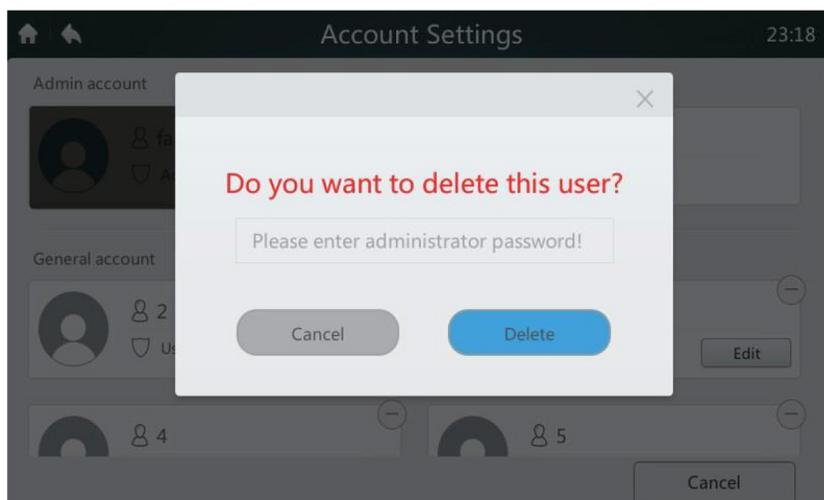

Figura 50.
5. Digite o nome do administrador na caixa da **Figura 50**. Toque no botão **“DELETE”** para excluir o usuário. Toque no botão **“CANCEL”** para cancelar a exclusão.